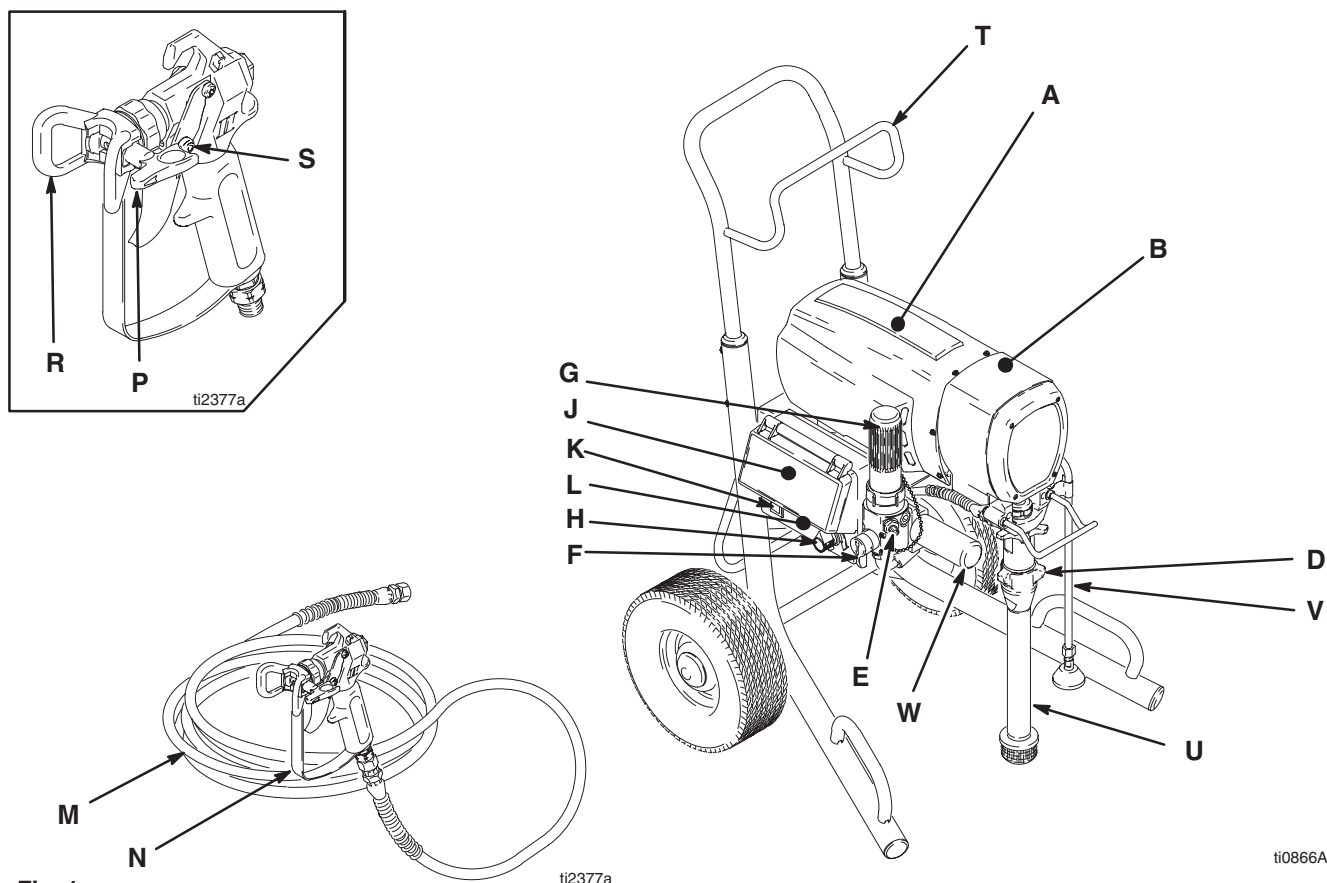

Fig. 1
1. Tous les modèles doivent être pourvus d'une prise reliée à la terre pour le branchement électrique. Le circuit électrique doit être prévu pour une fréquence de 50/60 Hz et un ampérage égal ou supérieur à celui du pulvérisateur. Régler le sélecteur d'ampérage (**L**, Fig. 1), sur le réglage minimum si nécessaire.